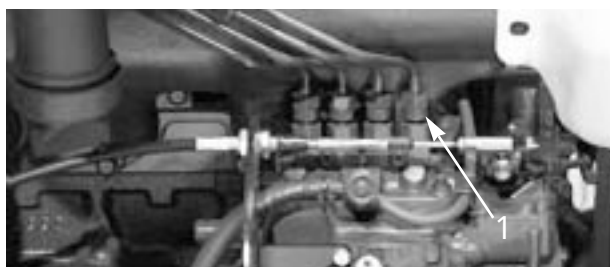

図 35
1. No.1 ノズルホルダー（図 35）へのパイプ接続部をゆるめる。